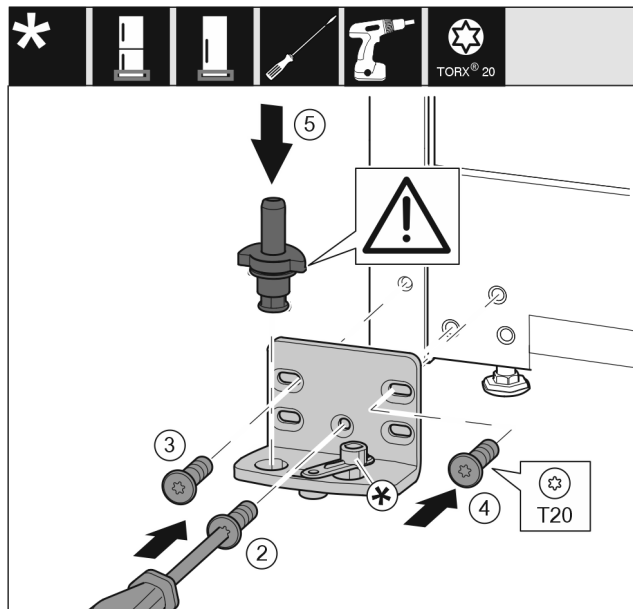

Fig. 16
- ▶ Aplicați suportul de lagăr pe partea opusă și înșurubați-l cu ajutorul unei șurubelnițe T20. Începeți cu șurubul 2 de jos din centru. Fig. 16 (2)
- ▶ Înșurubați ferm șurubul 3 și 4. Fig. 16 (3,4)
- ▶ Introduceți complet bolțul de lagăr. Aveți grijă aici ca respectiva camă de cuplare să fie îndreptată către înapoi. Fig. 16 (5)